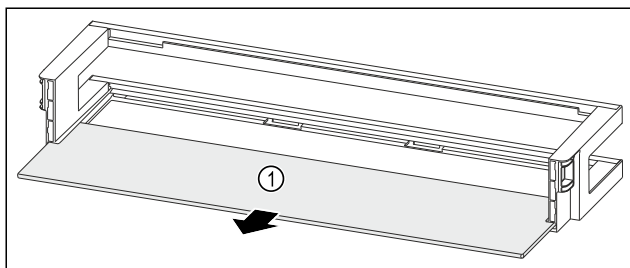

Fig. 229 Raft montat pe ușă cu raft
- ▶ Extrageți raftul Fig. 229 (1).